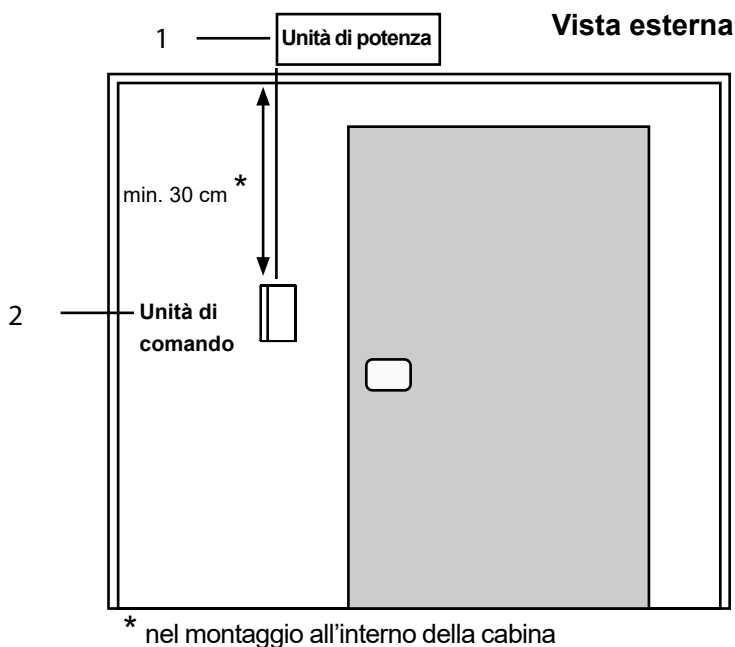

Fig. 3: Posizione dell'unità di comando
L'unità di comando 2 viene montata sulla parete della cabina a una distanza massima di 10 metri dall'unità di potenza 1 (**Fig. 3**). Considerare il percorso dei cavi per il cavo dati.
* Nel montaggio all'interno della cabina della sauna, va osservata una distanza minima di 30 cm dal soffitto della cabina (**Fig. 3**).